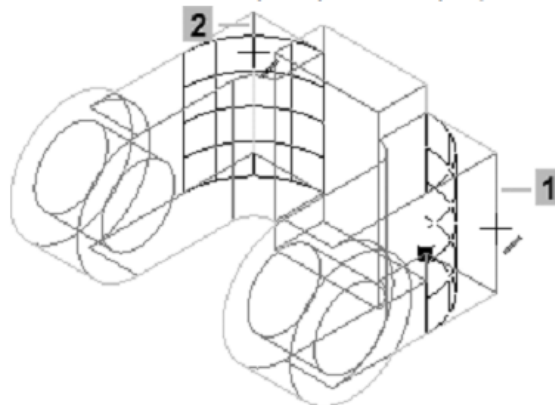

Рисунок 29.
6. Установите режим отображения **Полутонное** (рис. 29).